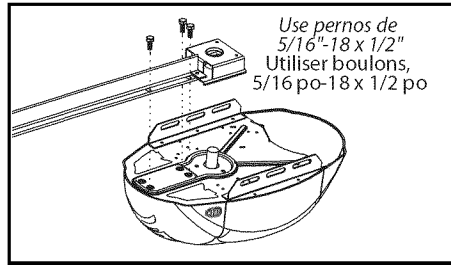

FIG. 1-5 Riel – Conjunto de la caja de control.
1. Acople el conjunto del riel a la caja de control alineando el piñón en el eje del motor. Use (3) pernos de 5/16"-18 x 1/2" (Fig. 1-5).
1. Fixer le rail à la tête motorisée en alignant le pignon sur l'arbre du moteur. Utiliser (3) boulons, 5/16 po-18 x 1/2 po (Fig. 1-5).